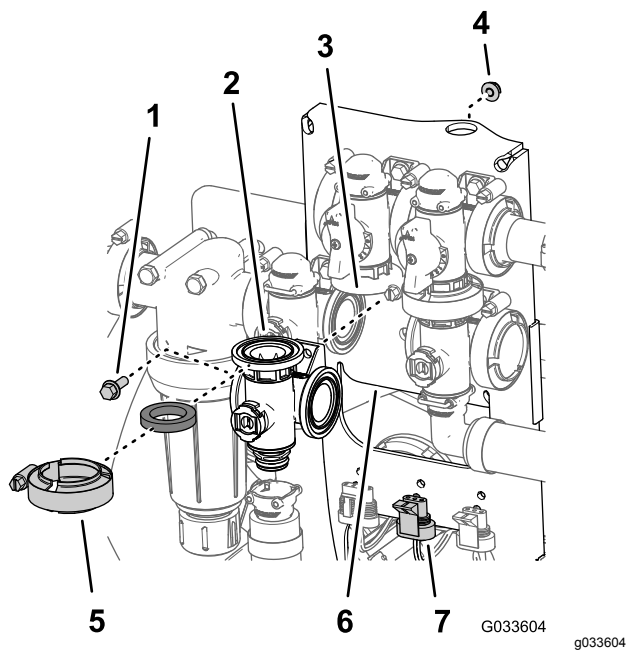

Figura 127
- Alinhe a flange do coletor da válvula de agitação, uma junta e a flange da válvula de derivação da agitação (Figura 127).
9. Monte a válvula de agitação na montagem da válvula com o parafuso de cabeça flangeada e porca de bloqueio flangeada (Figura 127) que removeu no passo 3 de Remoção da válvula do coletor de agitação \(página 83\) e aperte a porca e parafuso com 10 a 12 N·m.